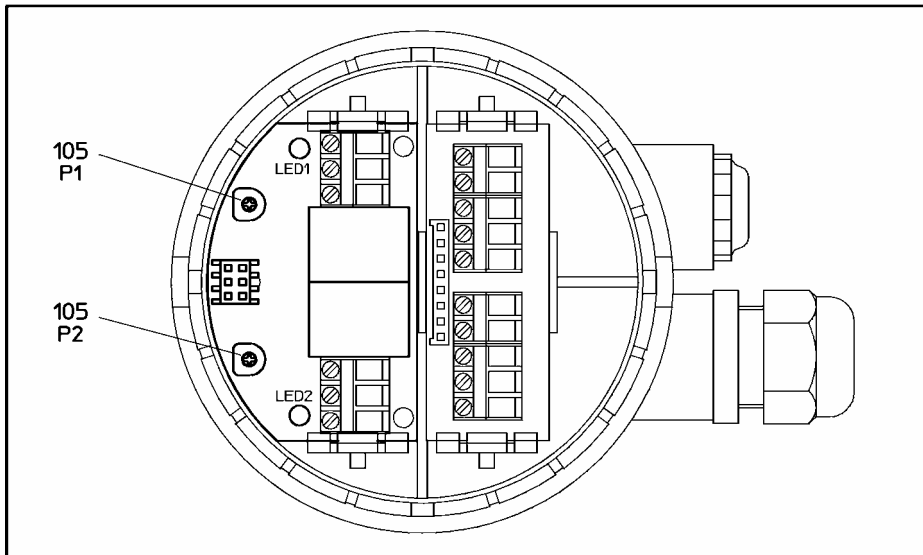
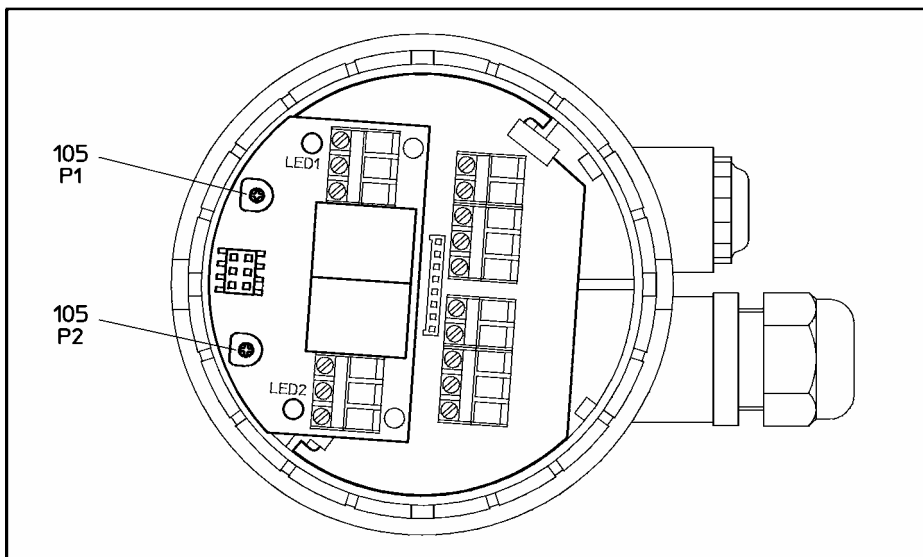

Bild 11: Einstellung der Trimpotentiometer (105) P1 / P2 auf der Wegschalterplatine (106) 24V AC und 24V DC.
Bild 12: Einstellung der Trimpotentiometer (105) P1 / P2 auf der Wegschalterplatine (106) 230V AC.
Die Wegschalterrelais werden durch die Trimpmpotentiometer (105) P1 / P2 unabhängig voneinander eingestellt (Bild 11 / Bild 12):